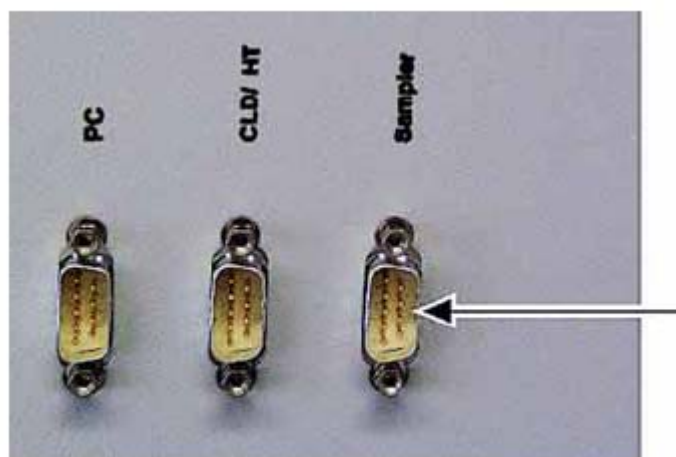

图91 测试仪后部的自动进样器RS232接口
3. RS232 线的另一端插入测试仪后部的接口。(图 91)